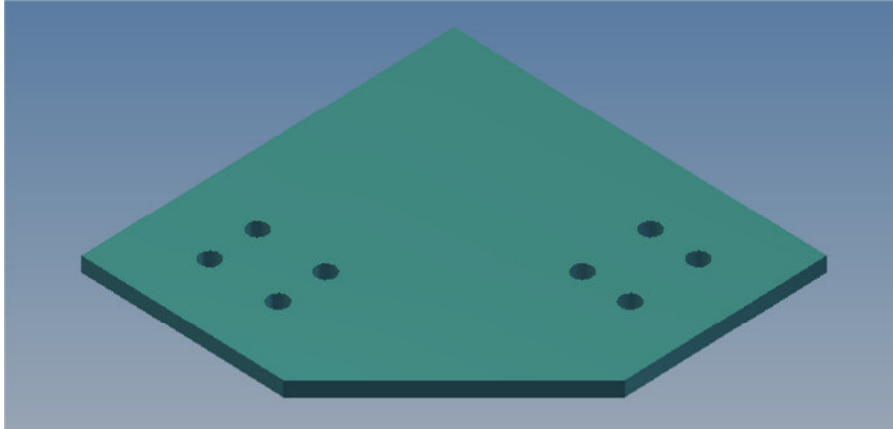
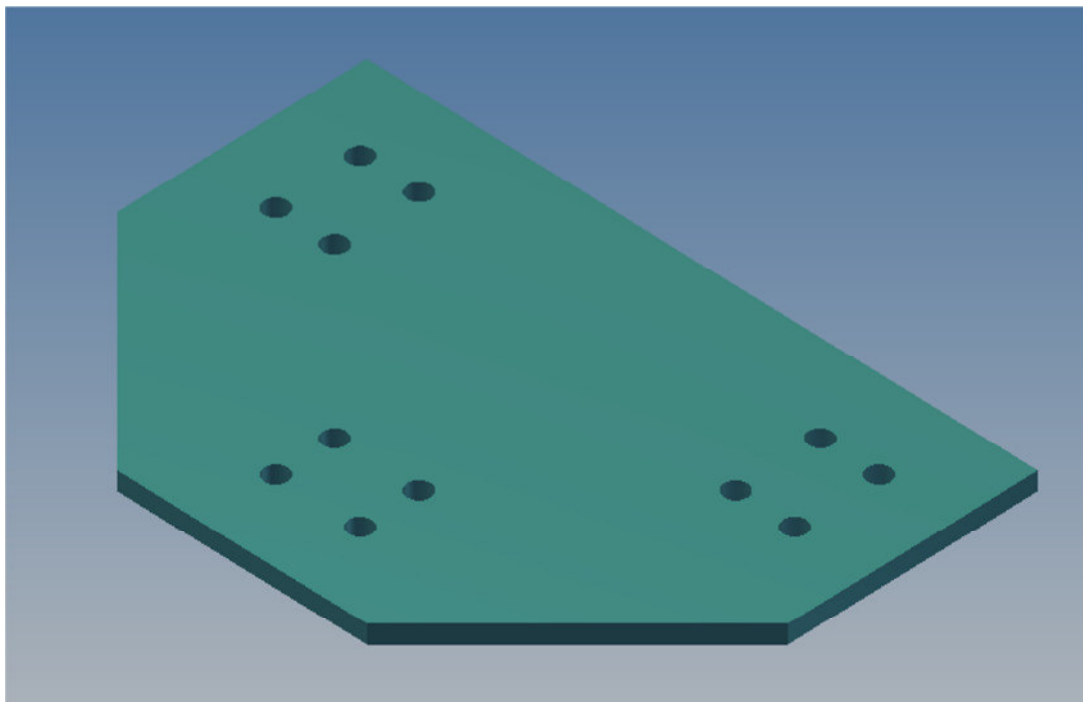

Bild 4 Eckabdeckung
Bild 5 Kreuzabdeckung
- 3.2.4 Wandecken und Wandstöße durch Eckabdeckung (Bild 4) bzw. Kreuzabdeckung (Bild 5) miteinander verschrauben.